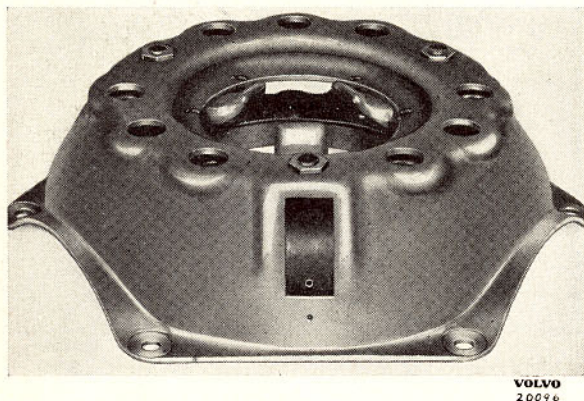
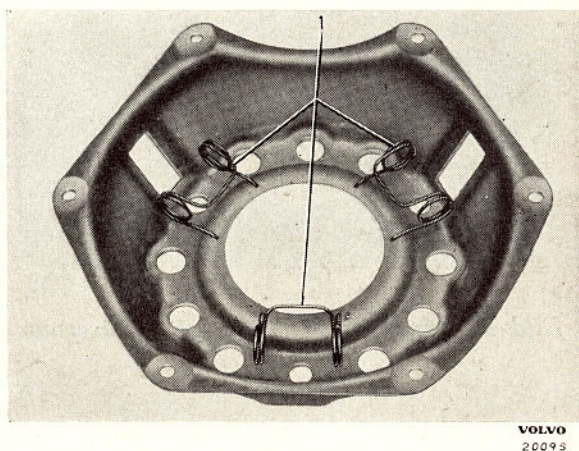

Bild 9. Sammärkning av kopplingskåpa och tryckplatta.
Bild 13. Montering av fjädrar.
1. Märk upp kopplingen enligt bild 9 därest märkning enl. punkt 6 ej varit erforderlig.
5. Se till att de tre fjädrarna (1 bild 13) för kopplingshävarmarna sitter på sina platser och lägg kopplingsplåtkåpan ovanpå de sex tryckfjädrarna i det läge som tidigare uppmärks, bild 9.